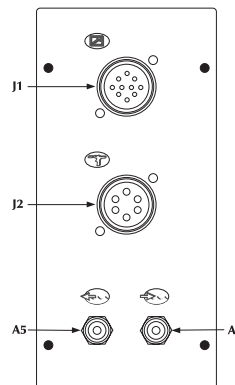
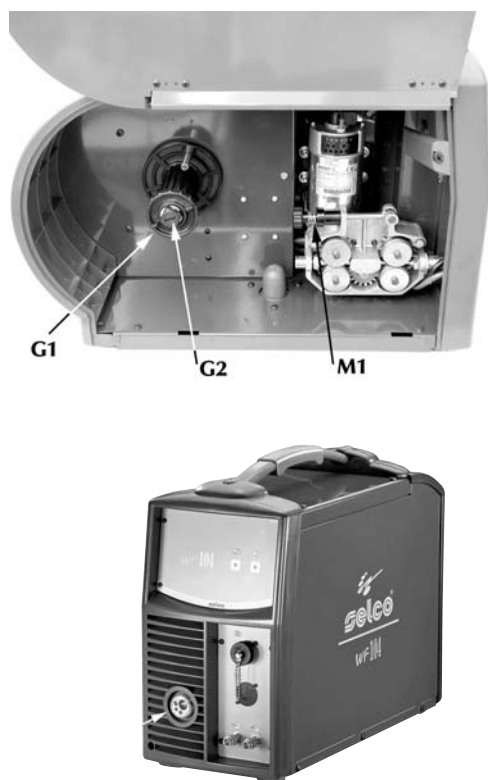

Abb. 19
Abb. 21 Detail des beweglichen Wagens
- Die Nutmutter (G1 Abb. 21) von der Haspel der Drahtspule abschrauben und die Spule einfügen.
Auch den Metallzapfen der Haspel in seinen Sitz einfügen, die Nutmutter (G1) wieder in ihre Stellung bringen und die Kupplungsschraube (G2 Abb. 21) regulieren.
- Das Zuglager des Getriebemotors (M1 Abb. 21) entriegeln und das Drahtende in die Drahtführungsbuchse stecken und auf der Rolle bis zum Brenneranschluss führen. Das Zuglager (M1) blockieren und kontrollieren, ob sich der Draht in der Rille der Rollen befindet.
- Den Brenner komplett mit Mantel in den Zentralanschluss (C1 Abb. 21) stecken und die Nutmutter ganz anschrauben. Falls es sich um einen wassergekühlten Brenner handelt, die Auslass- und Rücklaufschläuche mit den Anschlüssen (A5-A6 Abb. 19) verbinden.